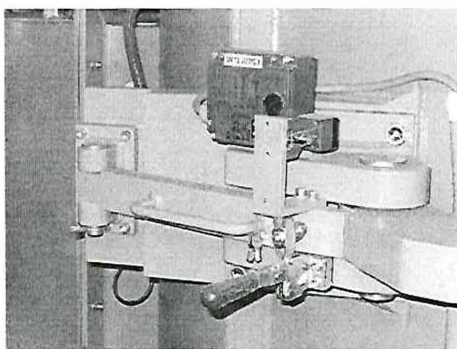

Рис. 1: Закрывание двери во внутреннюю полость с концевым выключателем с задержкой по времени и пускателем электрической блокировки на запоре.
- установка защитных или концевых выключателей (где необходимо с отсроченной по времени блокировкой или интегрированным в управление закрытием) (см. Рис. 1)
- установка защитных или концевых выключателей (где необходимо с отсроченной по времени блокировкой или интегрированным в управление закрыванием) см. Рис. 1)